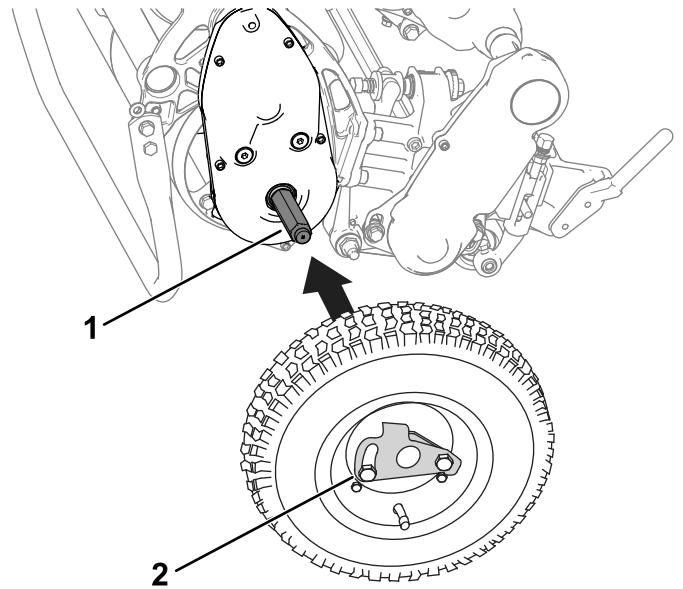

Figura 25
2. Deslize uma roda para um veio (Figura 25).
3. Gire o clipe de bloqueio da roda (Figura 25) para fora do centro da roda permitindo que se afaste do eixo.